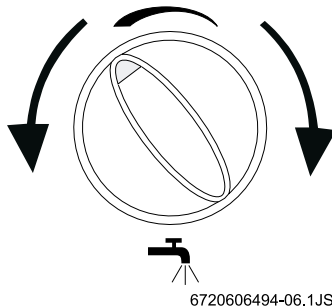

Fig. 8
3.2 Réglage de la température d'eau chaude (Fig.8)